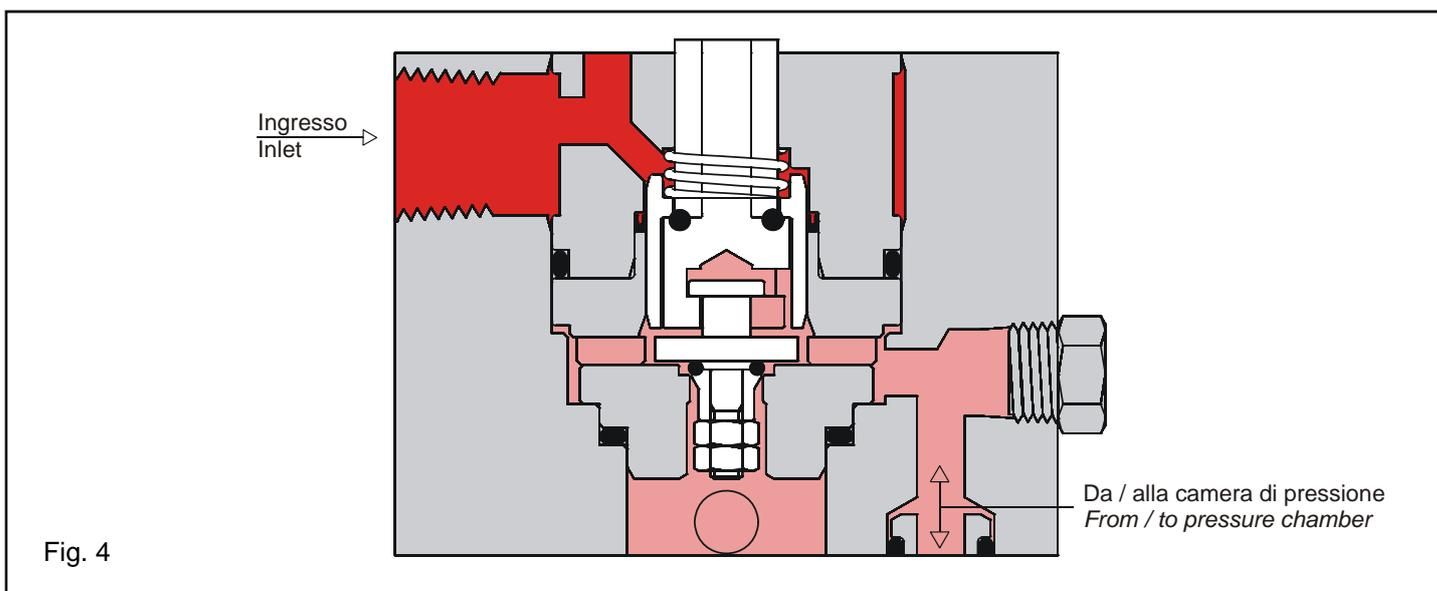

Fig. 4
Se la pressione continua ad aumentare, l'otturatore del pilota è allontanato dal bocchaglio così da scaricare parte del fluido intrappolato entro la camera di pressione (Fig.4). La valvola si apre.
*If the pressure continues to rise, the disc moves away from the pilot nozzle and part of the medium contained in the valve chamber is released (Fig. 4). The valve opens. The valve disc lift changes so as to adapt the discharged flow rate to that ,in excess, generated by the process.*